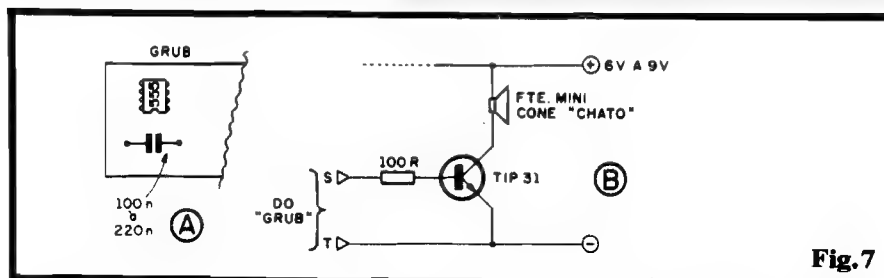

Fig. 7
- FIG. 7 - UM APROVEITAMENTO INUSITADO DO GRUB... - O fato do circuito básico do GRUB ser, na verdade, um gerador de "todas as Frequências", de "zero Hz" até certo limite superior, determinado pelos componentes RC do clock excitador, permite também aplicações nas zonas de muito baixa Frequência... Um exemplo bastante interessante (e inusitado...) tem seu diagrama mostrado na figura, e parte da substituição do capacitor original (100p) por outro de valor bem mais elevado (100n a 220n), bastando trocar o componente na posição indicada na placa (fig. 7-A). Com isso, a manifestação final do GRUB não será mais um "chiado", porém uma sequência de pulsos, distribuídos no Tempo